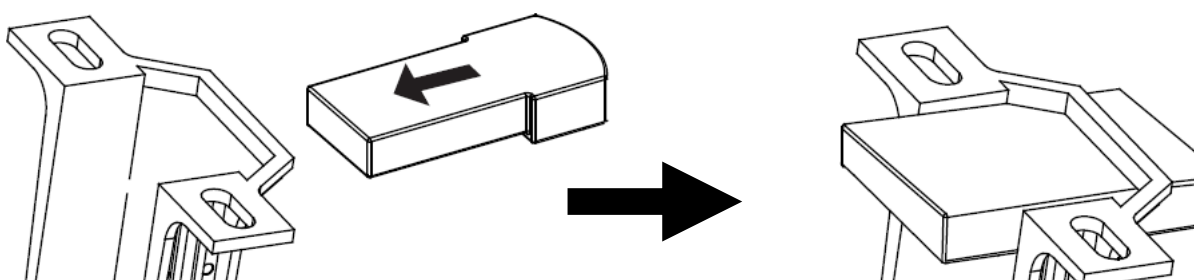

Abb. 9
- Stecken Sie den Fernbedienungsempfänger vorsichtig über der Kugelaufhängung in den Zwischenraum zur Halterung. Achten Sie darauf, keines der Kabel zu beschädigen oder zu lösen (Kennzeichnung 5 und Abb. 9).